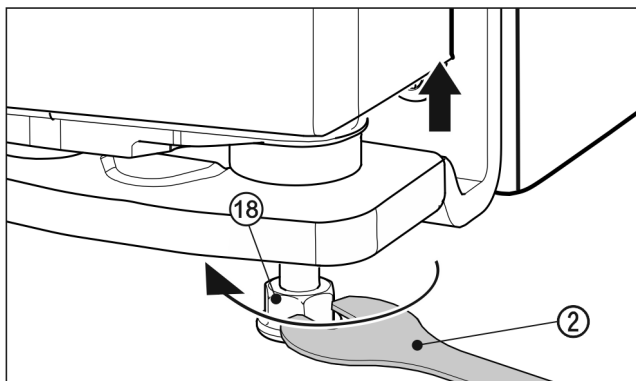

Fig. 26
- Pre nadvihnutie dverí vytočte nastaviteľnú nohu Fig. 26 (18) smerom doprava pomocou priloženého vidlicového kľúča Fig. 26 (2) po kontakt na podlahe. Potom otáčajte ďalej po prestavenie dverí vo výške. Pri expedícii je ložiskový čap celkom zatočený.